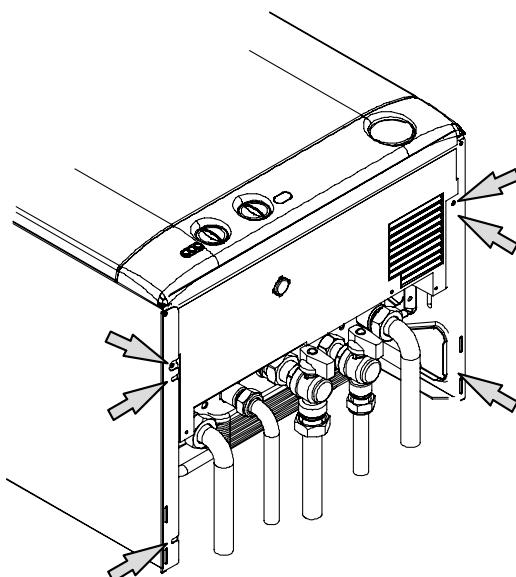

рис. 5.17
- Отвинтите винты, указанные на рис. 5.17 .